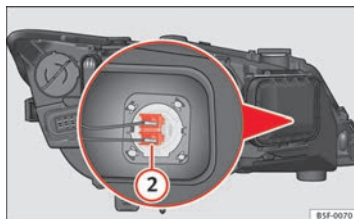

Fig. 139 Lámpara luz de carretera
- Presione lateralmente el conector ⇒ fig. 139 (2) hacia izquierda o derecha y tire.